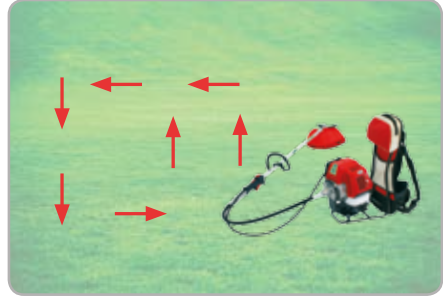

Fig.13
- Începeți să cosiți din punctul cel mai exterior al suprafeței, totodată alegeți-vă modul de cosit, puteți cosi spre dreapta sau stânga. Este recomandat să nu cosiți în ambele sensuri, deoarece riscați să călcați fânul cosit în sensul de întoarcere, conform Fig. 13